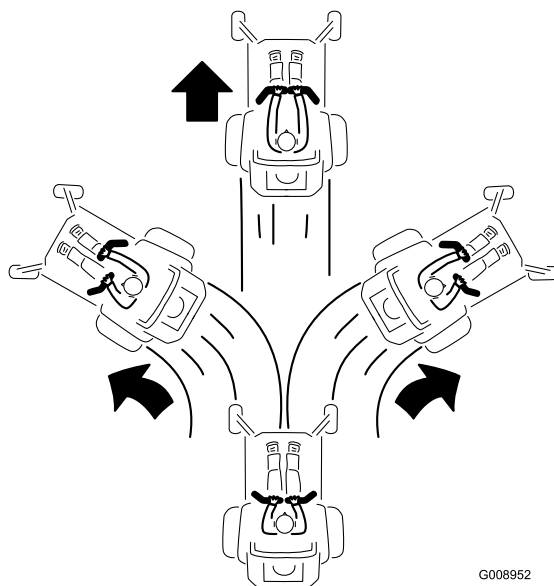

Figure 20
2. Pour vous déplacer en marche avant, poussez lentement les leviers de commande de déplacement vers l'avant (Figure 20).